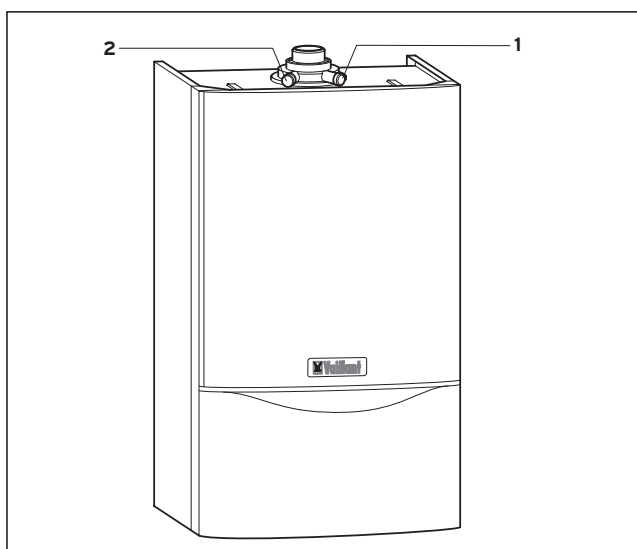

Рис. 3.12 Измерения, выполняемые специалистом по дымоходам (на аппарате)
- Произведите измерения в дымоходе через измерительный штуцер (1) (рис. 3.12). Измерения в воздуховоде Вы можете произвести через измерительный штуцер (2).